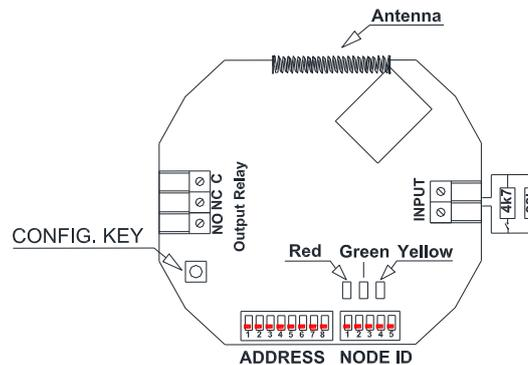

Fig. 2 – Diagrama de guia de configuração
Defina o ID do roteador conforme mostrado na Tabela 2, ajustando as chaves seletoras do DIP escrito "Node" conforme mostrado na FIG. 2. A faixa de ID do roteador é de 00 ~ 31.
Defina o endereço do dispositivo conforme mostrado na Tabela 2, ajustando as configurações do interruptor DIP de 8 bits localizadas na parte inferior do dispositivo, conforme mostrado na Fig. 2. O intervalo de endereços é 1 ~ 125. Instale a bateria na caixa da bateria conforme as direções “+” e “-”, mostradas na Fig. 2.
2. Instale a bateria na caixa de baterias de acordo com as direções “+” e “-”, conforme mostrado na FIG. 2.